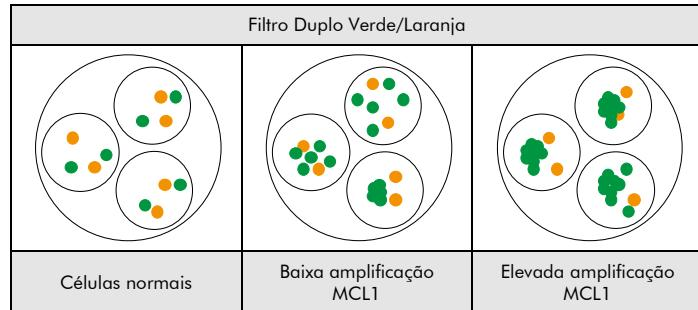

Fig. 2: Resultados esperados em núcleos normais e anormais
**Situação normal:** Em interfases de células normais ou em células sem amplificação envolvendo a região do gene MCL1, são visíveis dois sinais verdes e dois sinais laranja (ver Fig. 2).
**Situação anormal:** Em células com amplificação do MCL1 é visível um aumento dos sinais específicos verdes ou aglomerados de sinais verdes (ver Fig. 2).